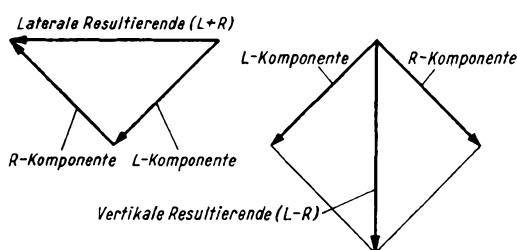

Bild 2. Resultierende Bewegungen beim 45/45-Verfahren
4. Die Phasenverhältnisse sind so gewählt, daß gleichgroße und gleichphasige Signale eine lateral modulierte Rille ergeben (L + R); gegenphasige Signale ergeben somit eine vertikal modulierte Rille (L - R) gemäß Bild 2.